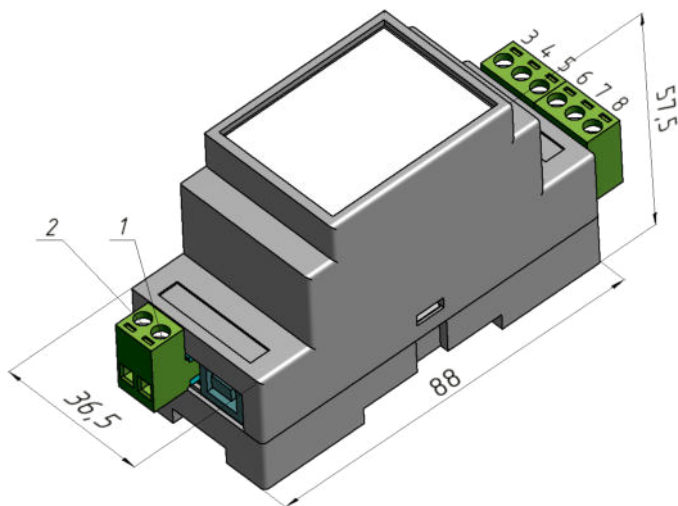

Рис.5. ПИТ20 исполнения А.
7.4. Установочные размеры ПИТ20 исполнения А показаны на рис. 5.